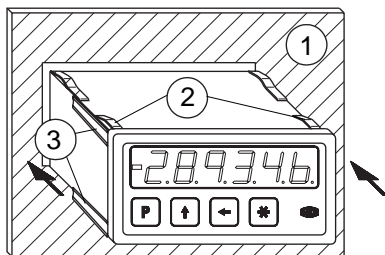

Abb. 1: Einbau EG60
- PE-Verbindung mit 2,5 – 4 mm² über PE-Anschluss (Bei Einbaugehäuse gemäß Abb. 1 mit Flachsteckhülse 6,3x0,8).